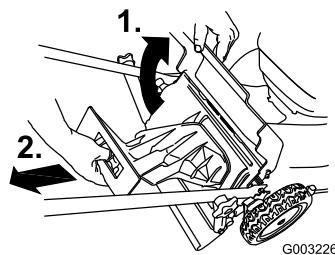

Figura 24
1. Levante y sujeté la puerta trasera (Figura 24).